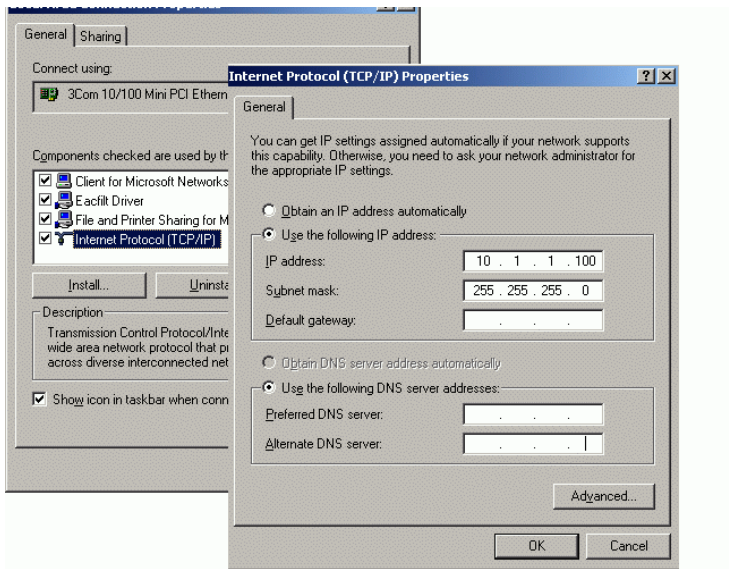

Figura 35 Pantalla de configuración TCP/IP
- 5 Solicite al departamento de IT una dirección IP válida, de pasarela, máscara de subred, servidor DNS y servidor WINS si el PC está conectado a un punto de red. Si está configurando una red interna propia y no está conectado a ninguna otra red, podrían usarse los parámetros de ejemplo de la Tabla 6 en la página 79. Las direcciones IP de pasarela, DNS y WINS no han de configurarse en este caso, ya que no se va a conectar a ninguna otra parte de una red. La Figura 35 en la página 79 muestra un ejemplo de la configuración TCP/IP en Windows XP.